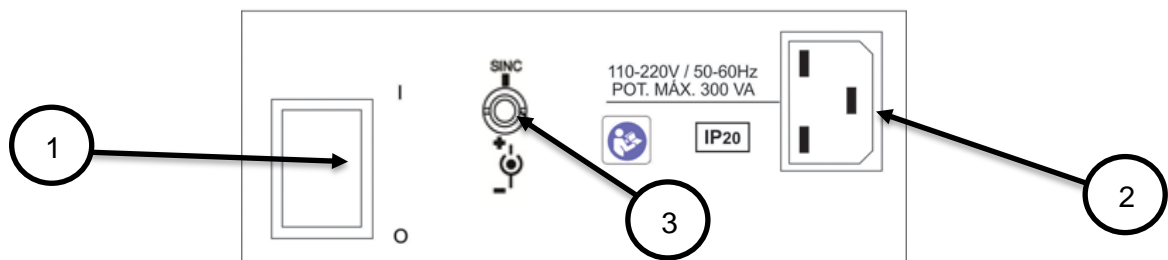

Figura III.1.2 - Painel traseiro DF-04
1. Através da chave liga/desliga (1 - Fig.III.1.2), ligar o *equipamento*;